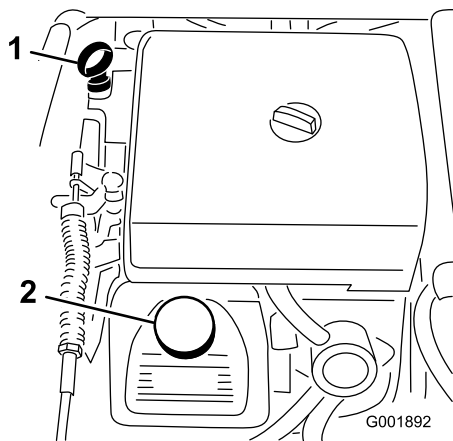

Figura 20
2. Togliete l'asta di livello ed asciugatela con un panno pulito (Figura 20). Inserite l'asta nel tubo e verificate che sia inserita a fondo. Rimuovete l'asta e controllate il livello dell'olio.
3. Se l'olio è insufficiente, togliete il tappo di rifornimento dal coprivalvola (Figura 20) e versate l'olio nel foro finché non raggiunge il segno di pieno (Full) sull'asta; il tipo di olio e la viscosità adatti sono riportati nella sezione Manutenzione dell'olio motore, . Versate l'olio lentamente, controllando spesso il livello durante questa operazione. Non riempite troppo.